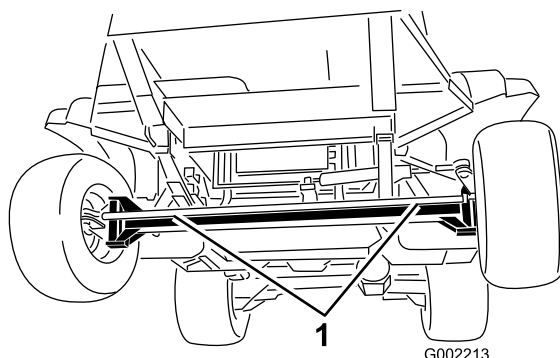
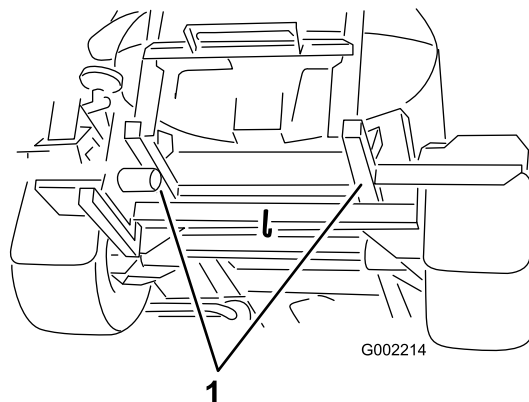

Figura 53
Figura 54
4. Applicare un cavo di traino al telaio; fate riferimento ai punti di traino anteriori e posteriori (Figura 53 e Figura 54).